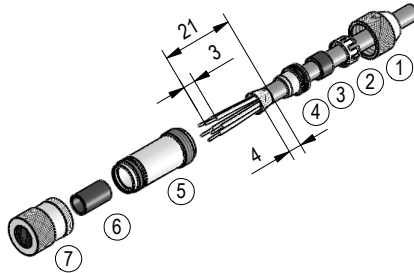

Abb. 10: Gegenstecker M8 gerade
**Montage (Abb. 10)**
- Teile ① ... ④ über Kabelmantel schieben.
- Schirm kürzen, aufweiten und um Schirmring ④ legen.
- Litzen durch Kupplungshülse ⑤ fädeln und abisolieren.
- Teile ② ... ④ montieren. Druckschraube ① andrehen um das Kabel zu fixieren.
- Isolierschlauch ⑥ auffädeln, Litzen anlöten und Isolierschlauch montieren.
- Kupplungshülse ⑤ mit Einsatz ⑦ verschrauben und Druckschraube ① festdrehen.